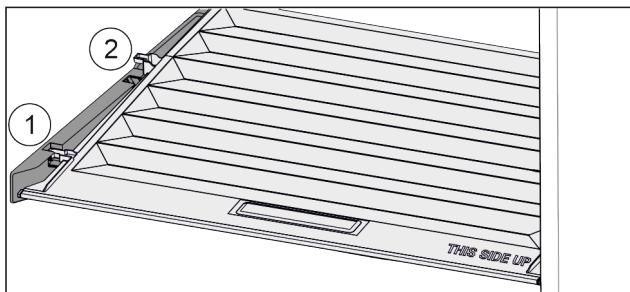

Fig. 46
- Потянуть крышку до отверстия в поддерживающих деталях вперед Fig. 46 (1).
- Поднять сзади снизу и извлечь Fig. 46 (2) движением верх.